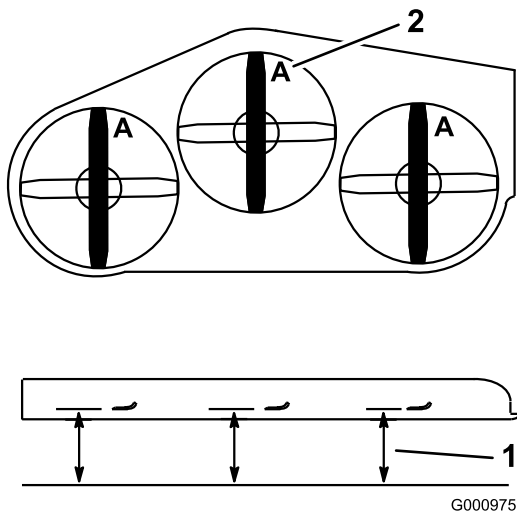

Figura 90
3. Gire las cuchillas hasta que los extremos estén orientados hacia adelante y hacia atrás (Figura 90).
4. Mida desde una superficie nivelada hasta el filo de corte, posición A, de las cuchillas (Figura 90).